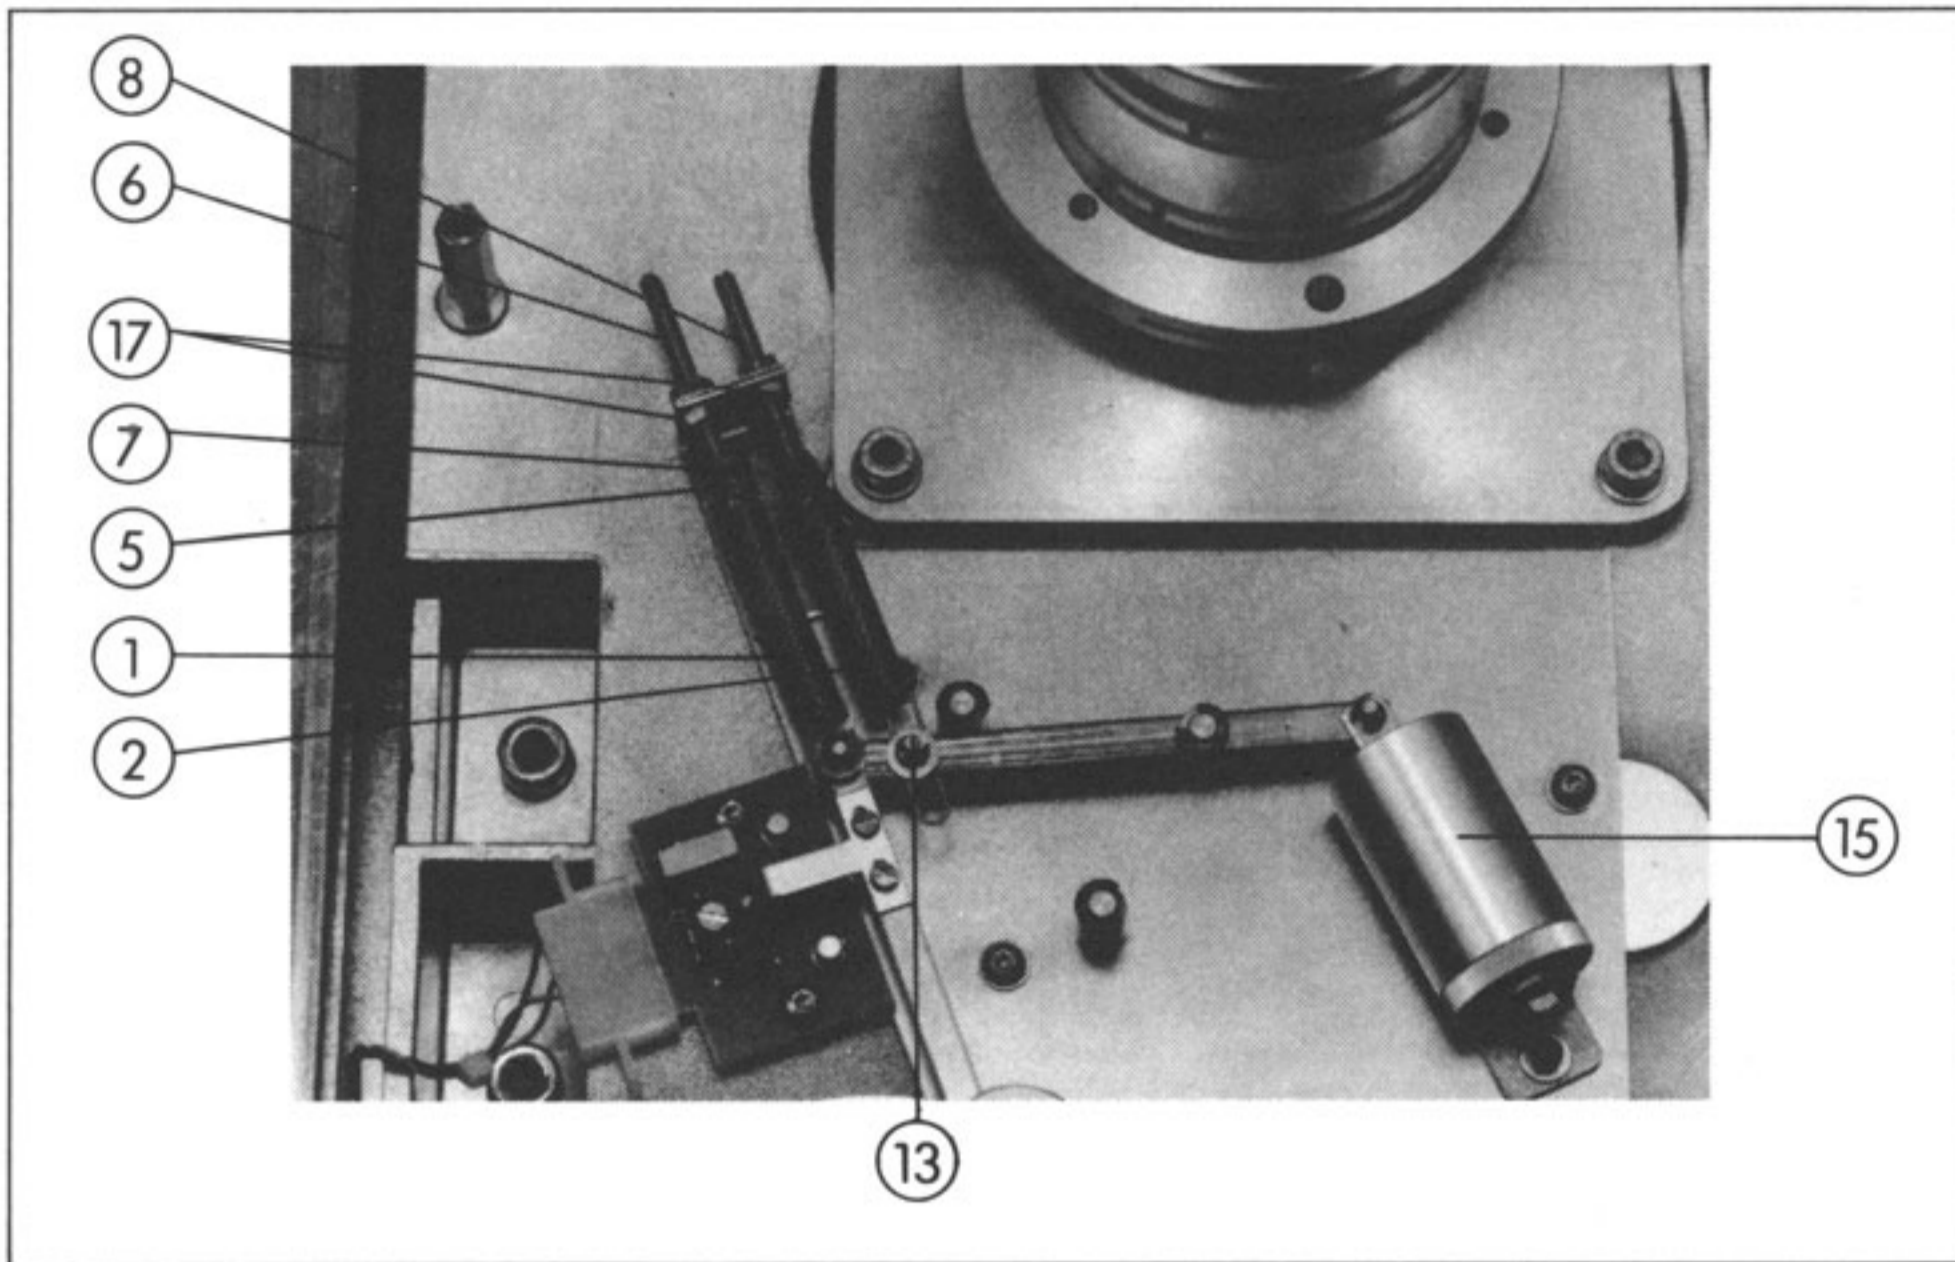

Fig. 3.5.6
Durch Drehen der Dämpfungspumpe [15] siehe Fig. 3.5.6 wird die Dämpfung des Federsystems eingestellt. Die Bandzugwaage wird bis zu einem Drehwinkel von 60° ausgelenkt und dann losgelassen. Das Zurücklaufen in die Ruhestellung muss kontinuierlich und ohne Aufprellen auf den Endanschlag erfolgen. Nach erfolgter Einstellung Schraube der Dämpfungspumpe mit Sicherungslack sichern.
The damping action of the spring system can be adjusted by rotating the dash pot (15) (see Fig. 3.5.6). Open tape tension sensor to a deflection of 60° and release it. The return travel to the neutral position should be smooth and the sensor should not bounce against the stop. Secure screw of the dash pot with glyptal after the necessary adjustments have been made.